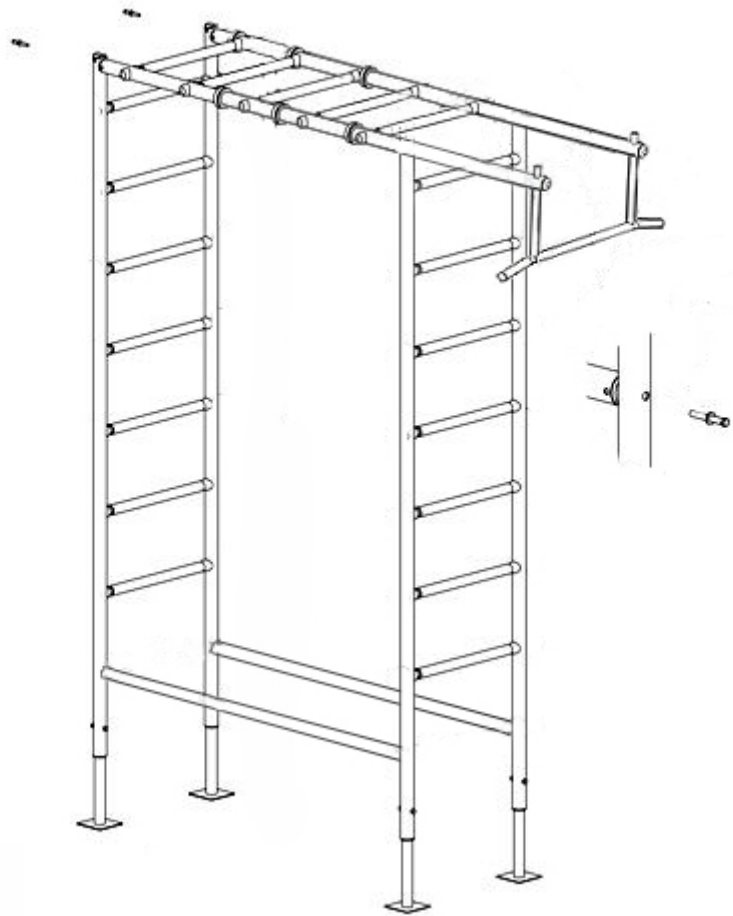

Рис. 2
4.2.2.5. Установить собранную конструкцию (комплекса) в выкопанные ямки, так чтобы болты и на фундаментных стойках оказались выше уровня земли (это нужно для упрощения демонтажа комплекса при необходимости). **Рис. 2**